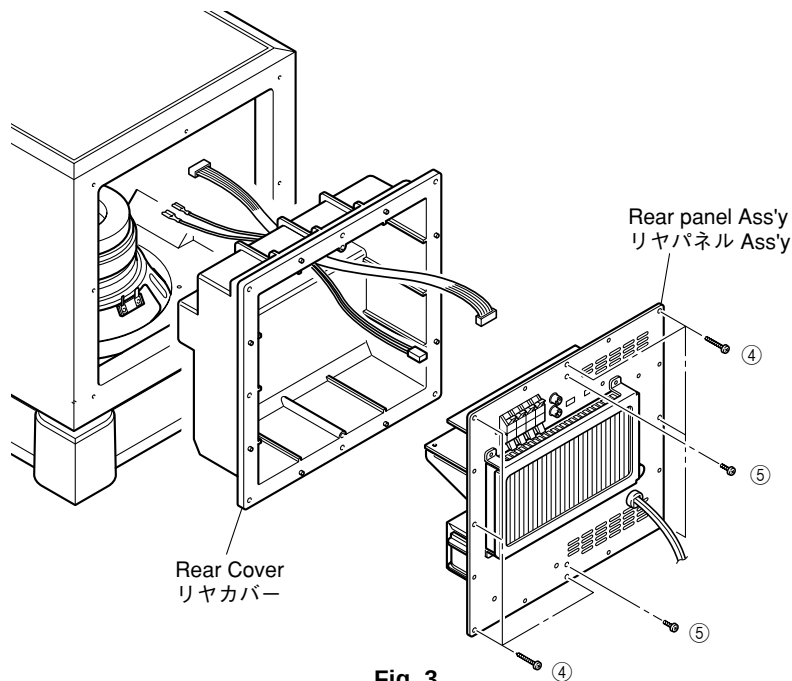

Fig. 3
- a. Remove 8 screws (④). (Fig. 3)
- * Screws (④) are identified with arrow marks (◀).
- b. Pull out the rear panel ass'y. (Fig. 3)
- a. Remove 2 screws (⑤). (Fig. 3)
- * Screws (⑤) are identified with arrow marks (↔).
- b. Remove the rear cover. (Fig. 3)
- a. ④のネジ8本を外します。(Fig. 3)
- ※ 取り外す④のネジには矢印(◀)が印刷されています。
- b. リアパネルAss'yを引き出します。(Fig. 3)
- c. ⑤のネジ2本を外します。(Fig. 3)
- ※ 取り外す⑤のネジには矢印(↔)が印刷されています。
- d. リアカバーを外します。(Fig. 3)